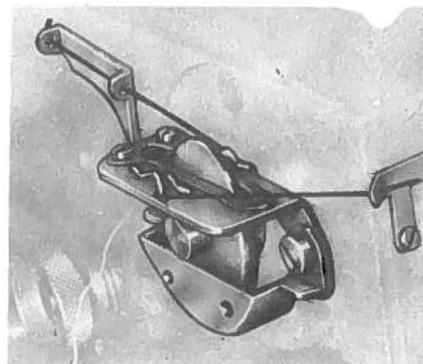

fig.14
h) Regolazione camma tendifilo (fig. 14)